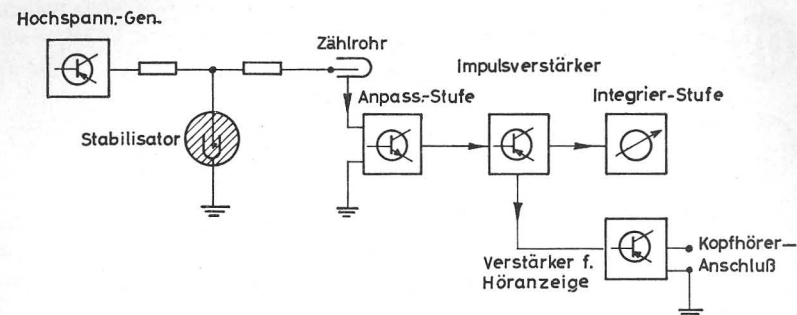

Abb. 1: Blockschaltbild FH 40 TvL/FH 40 TLS
2. Funktionsbeschreibung (vgl. Abb. 1)